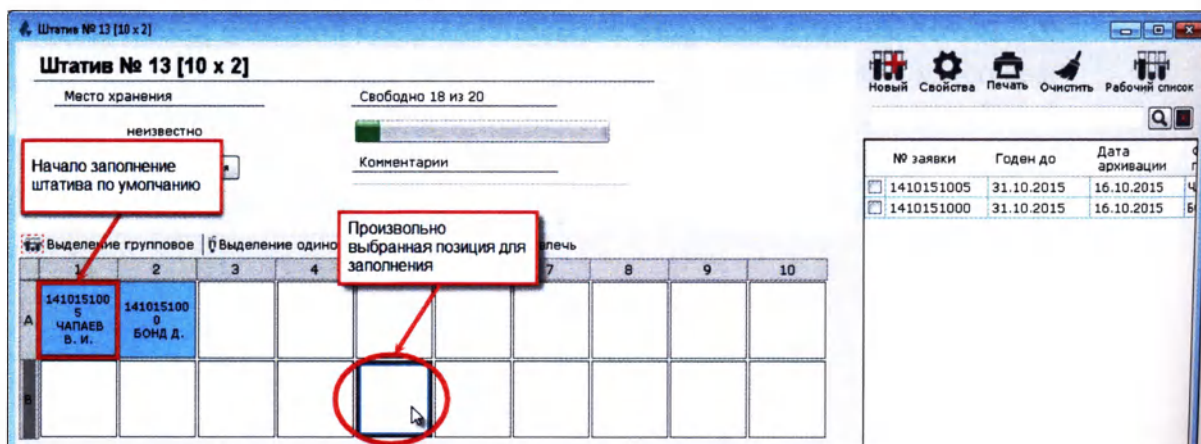

Рисунок 13.12
3. Чтобы выбрать другую позицию штатива, выделите нужную ячейку, щелкнув по ней левой кнопкой мыши (Рисунок 13.12).